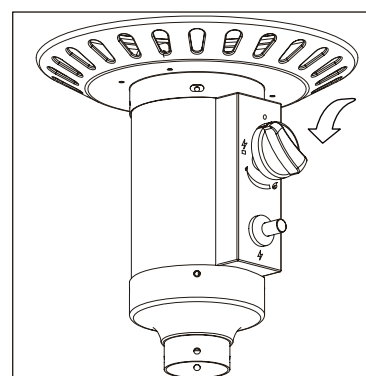

Figura 2
4. Presione y gire la perilla de control hacia la izquierda para "PILOTO" (⚡) (Figura 2).